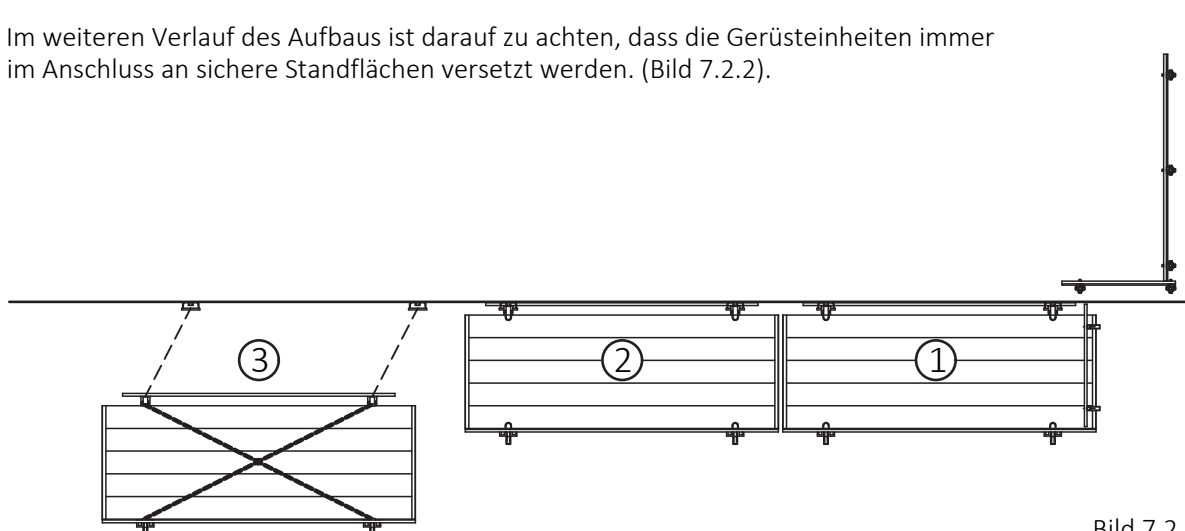

Bild 7.2.2
- 2 Im weiteren Verlauf des Aufbaus ist darauf zu achten, dass die Gerüsteinheiten immer im Anschluss an sichere Standflächen versetzt werden. (Bild 7.2.2).